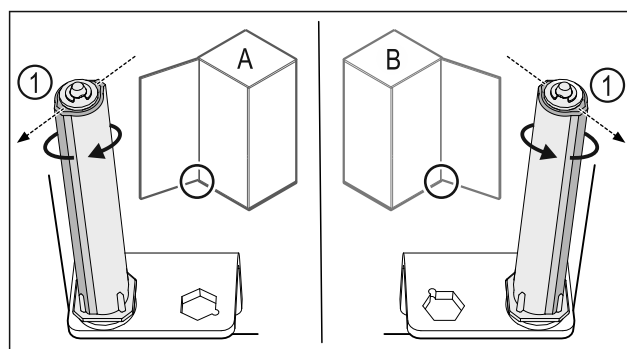

Fig. 41 Lewy ogranicznik (A) / prawy ogranicznik (B)
- Przekręcić system blokujący w kierunku przeciwnym do oporu, aż pręt systemu blokującego Fig. 41 (1) będzie skierowany na zewnątrz.